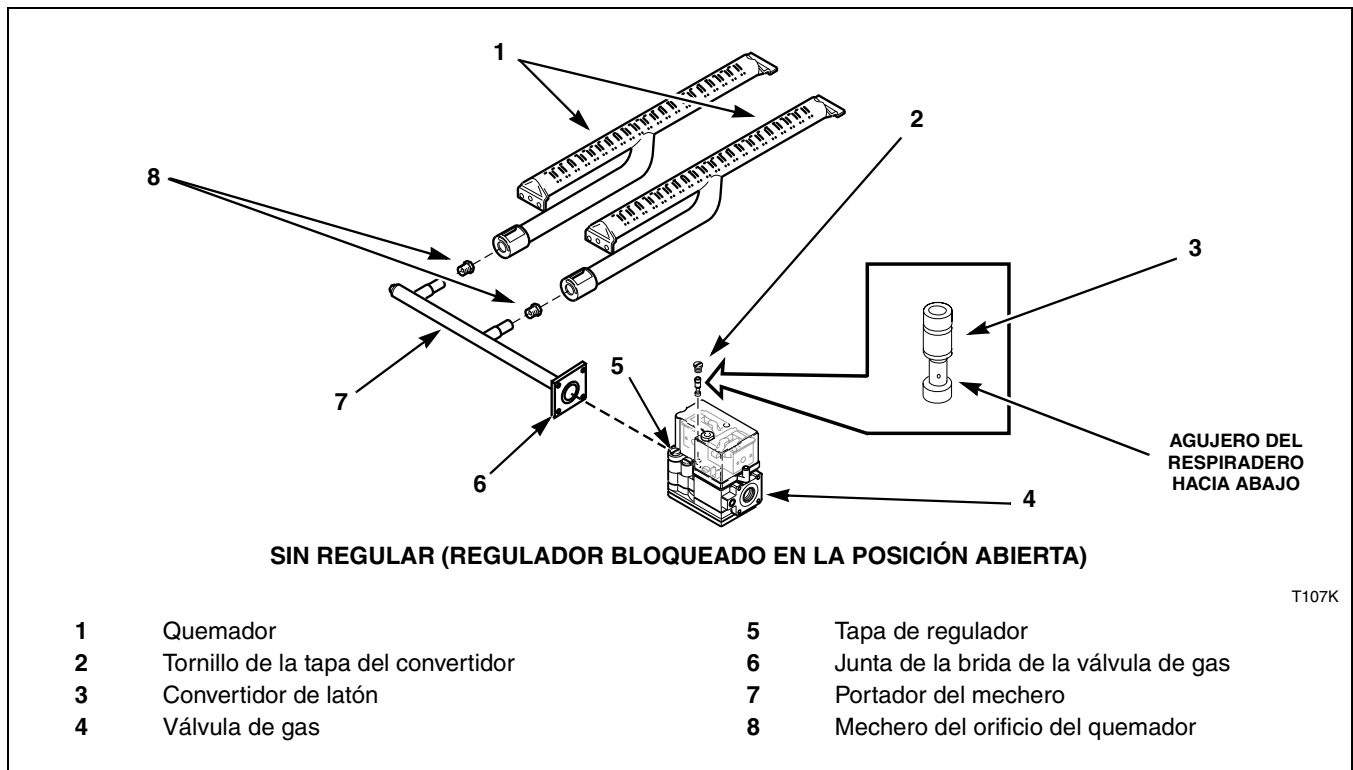
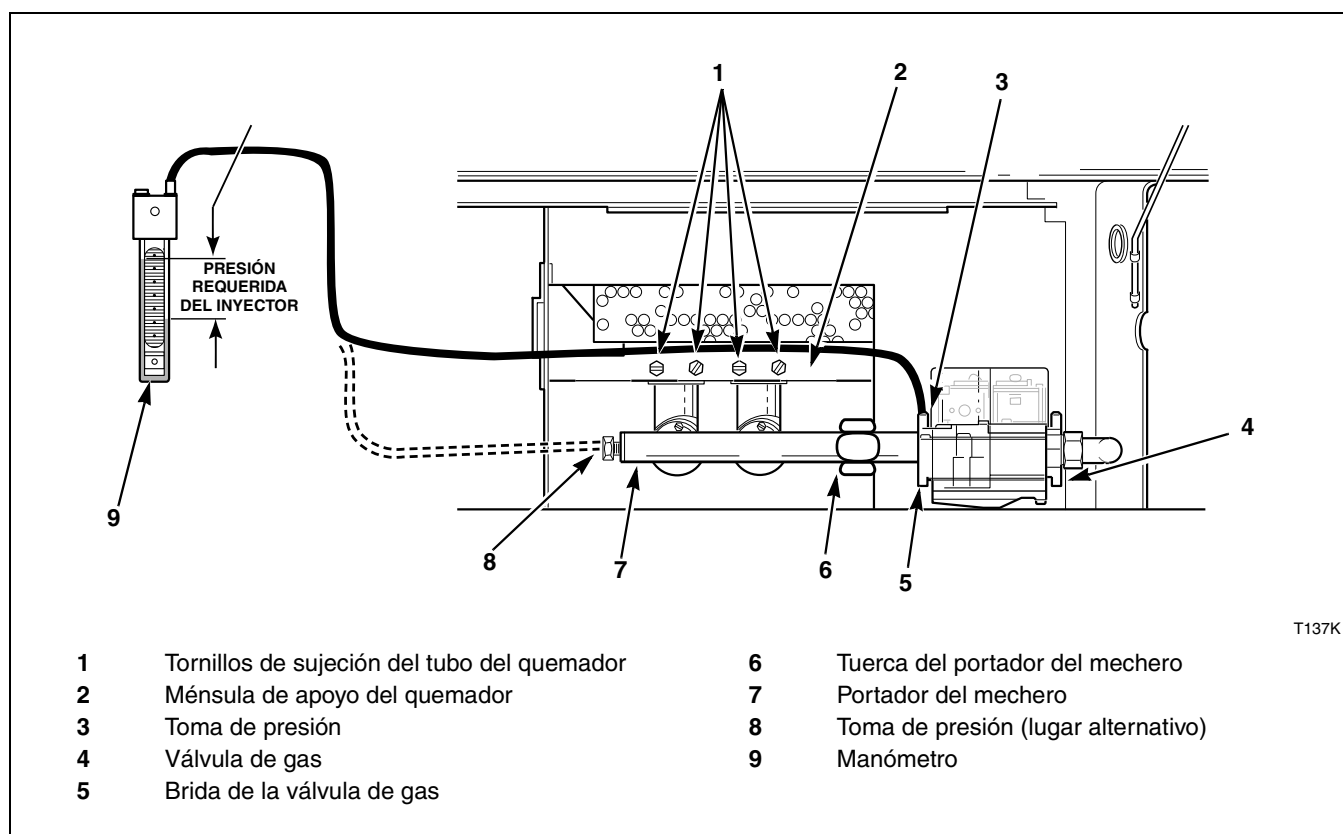

Figura 4
Figura 5
- b. Quite el tornillo de la tapa del convertidor. Invierta la posición del convertidor de latón e instale con el agujero del respiradero hacia abajo. Vuelva a instalar el tornillo de la tapa del convertidor. Consulte la *Figura 4*.
- a. **Válvula de gas B-M (modelos de 120 libras)** – Use una llave Allen de 4 mm para quitar los cuatro tornillos que sujetan la brida del mechero a la válvula de gas. Quite los orificios del quemador del mechero. Consulte la *Figura 4*.
- b. **Válvula de gas Johnson GM2000 (modelos de 170 libras)** – Use una llave Allen de 5 mm para quitar los cuatro tornillos que sujetan la brida del mechero a la válvula de gas. Quite los orificios del quemador del mechero. Consulte la *Figura 4*. Al pasar de gas natural a gas LP, se debe quitar el quemador e inyector más a la izquierda (visto desde delante). En lugar del inyector quitado, se deben instalar un inyector en blanco (Pieza No. M400995) y una tapa de abertura del quemador (Pieza No. M413099)
4. Vuelva a instalar el conjunto de portador de mechero en la válvula de gas, asegurándose de que los orificios estén alineados con la abertura del tubo del quemador, y la empaquetadura de la brida esté colocada en la muesca de la brida. Consulte la *Figura 4* o la *Figura 5*.
1. Compruebe la presión del inyector (múltiple) de gas de la forma siguiente. Consulte la *Figura 5*.